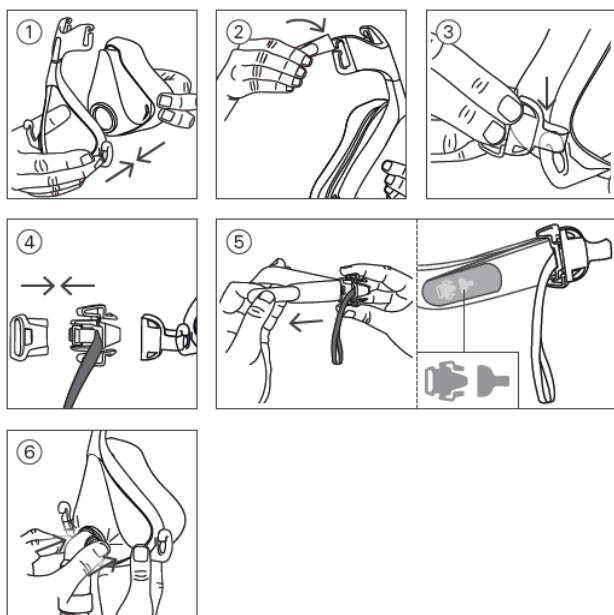

図4-組立方法
- (1) フレームをしっかりとクッションに押し込み、クッションが上部と下の両端の定位置にカチリと収まるようする。(図4-①参照)
- (2) 両方の上部ヘッドギアフックに上部ヘッドギアストラップを通して、上部ヘッドギアストラップをフレームに取り付ける。
ヘッドギアのResMedロゴが外側を向き、逆さまになっていないことを確認する。(図4-②参照)
- (3) クイックリリースクリップがフレームから取り外されている場合は、下部右側のヘッドギアフックに通して組立て直す。(図4-③参照)
- (4) クイックリリースクリップが解除されたら、図に従って、部品を再度クリップで留め直す。(図4-④参照)
- (5) クイックリリースクリップがヘッドギアから取り外されている場合は、右側の下部ヘッドギアストラップをクイックリリースクリップの穴に通す。面ファスナーを折り返して再び取り付ける。(図4-⑤参照)
- (6) エルボーをエアチューブに取り付ける。サイドボタンを押し、エルボーをクッションに押し込むようにして、エルボーとエアチューブをクッションに取り付ける。エルボーを引っ張り、クッションにしっかりと固定されていることを確認する。(図4-⑥参照)